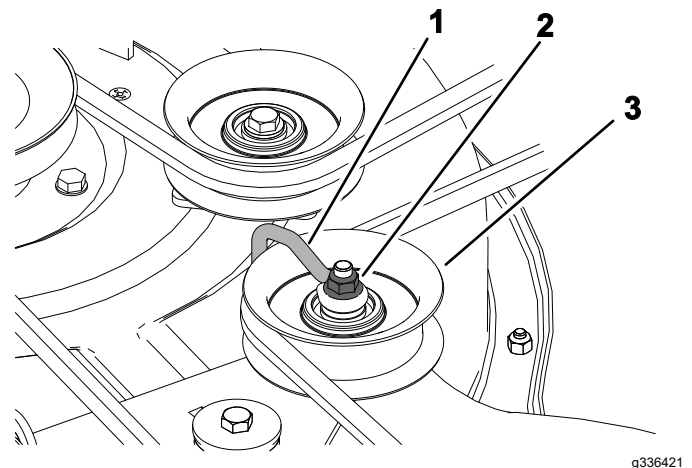

Figura 48
2. Tornillo (3)
5. Afloje la tuerca que sujeta el soporte de alambre a la polea tensora (Figura 48).
- Nota:** Coloque el soporte de alambre contra el brazo tensor, como se muestra en la Figura 48.